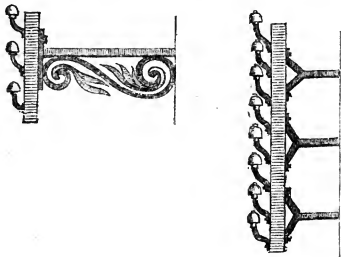

Fig. 2.
**CONSOLE.** — Nell'interno dei borghi e delle città non potendosi sospendere i fili telegrafici sovra pali si sospendano a braccia di ferro che chiamansi *console*. Queste console si costruiscono di diversa forma e dimensione secondo il numero dei fili che debbono sostenere. Per lo più si compongono di due braccia di ferro che si conficcano sul muro 25 centimetri di profondità: il braccio superiore è orizzontale, il secondo inferiore servendo di appoggio all'altro è situato in linea obliqua ed ha la forma di un'S sdraiata. Se ne veda la Fig. 2.